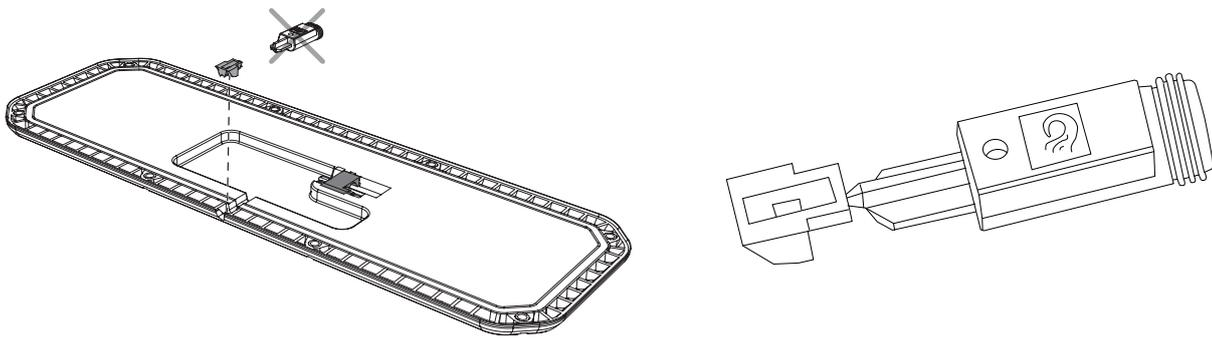

Abbildung 61. Montage der Abdeckung zur Abdichtung der UCU.
4. Brechen Sie den äußeren Teil der Abdeckung vorsichtig ab. Die Montage erfolgt in der Auskerbung. Siehe Abbildung 61.